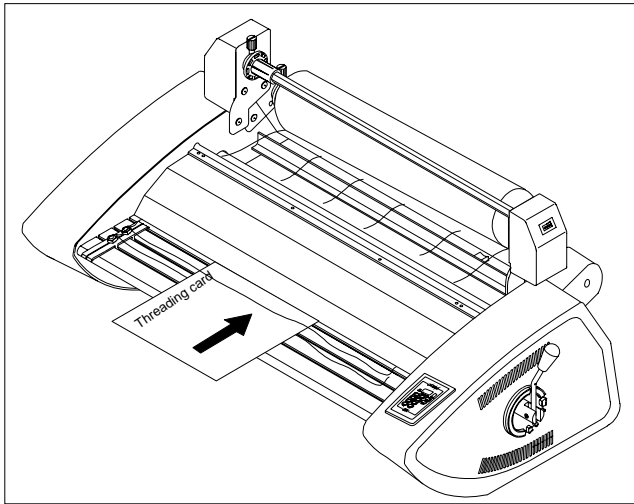

Fig. 16
15. Slide the threading card between the feed tray and the film web lying on the tray, and gently push into the nip area of the heat rollers (Figure 16).
15. Die Einführkarte zwischen den Behälter und die auf dem Behälter liegende Foliensbahn schieben und vorsichtig in den Berührungsbereich der Heißwalzen schieben (Abb. 16).
15. Schuif de doorvoerkaart tussen de invoerbak en de filmbaan op de bak: dit geheel zachtjes in de grijpzone tussen de warmterollers (zie afb. 16).
15. Glissez le guide de film cartonné entre le plateau d'alimentation et le lé de film reposant sur ce plateau et poussez délicatement jusqu'au point de contact des rouleaux chauffants (figure 16).